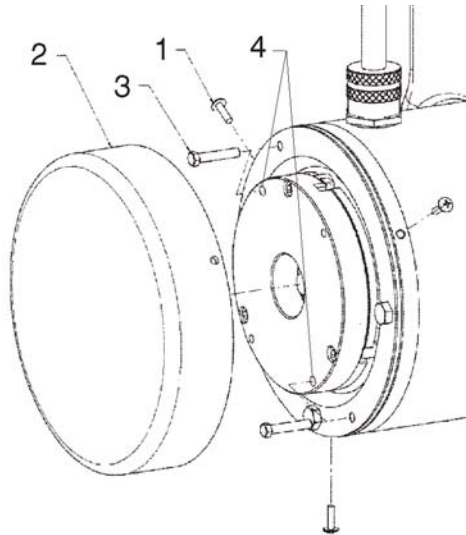

Figura 4-4. Decuplarea manuală
3. Demontați cele **trei șuruburi ale capacului (1)** din partea posterioară a unității motorului de acționare.
4. Demontați **capacul frânelor (2)**.
5. Localizați cele **2 șuruburi de decuplare (3)** care se află în capacul de capăt al motorului. Demontați șuruburile și introduceți-le în cele **două orificii de decuplare (4)** din carcasa frânelor, consultați Elementul 4 din Figura 4-4., Decuplarea manuală.
8. După încheierea remorcării, blocați roțile și demontați **2 șuruburi de decuplare (3)** de la **orificiile de decuplare (4)**. Introduceți șuruburile înapoi în orificiile inițiale de la capacul de capăt al motorului.
9. Montați la loc **capacul (2)**.